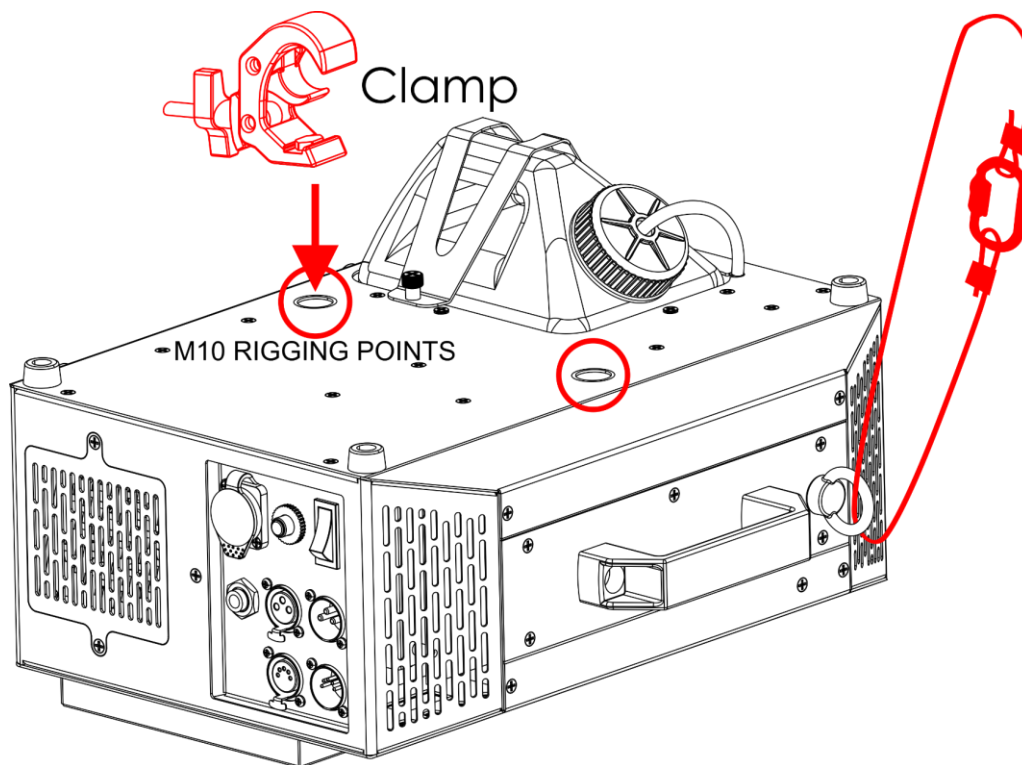

Fig. 05
- 01) Utilisez une pince de fixation pour attacher l'appareil à la structure porteuse, comme indiqué sur la Fig. 05. Assurez-vous que l'appareil est immobilisé.
- 02) Attachez l'appareil à l'aide d'une suspension secondaire, un câble de sécurité, par exemple. Assurez-vous que la suspension secondaire est capable de supporter 10 fois le poids de l'appareil. Si possible, la suspension secondaire doit être fixée à une structure porteuse indépendante de celle de la suspension primaire. Faites passer le câble de sécurité dans l'**anneau de sécurité (05)**, comme indiqué sur la Fig. 05.